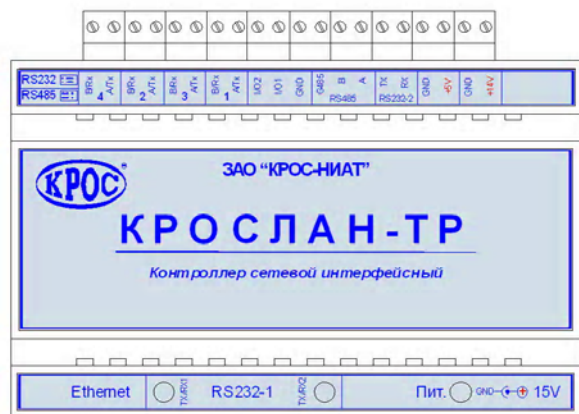

Рис.1 Лицевая сторона КСИ КРОСЛАН-ТР
2.4.1 Внешний вид КСИ приведен на рис.1. Изделие выполнено в унифицированном корпусе, имеющем крепление на DIN-рейку.